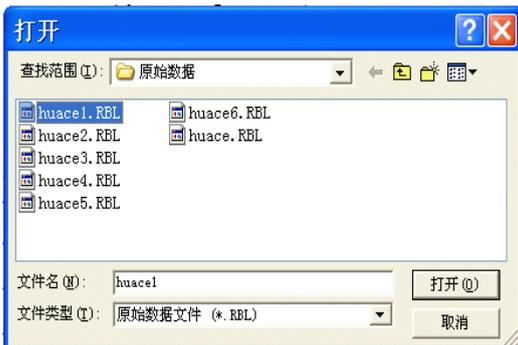

图6-4 打开文件对话框
- 6.3.2 打开：** 点击打开按钮，弹出文件打开对话框，如图6-4所示，用户可以选择要打开的钢筋仪(*.RBL)文件并打开。